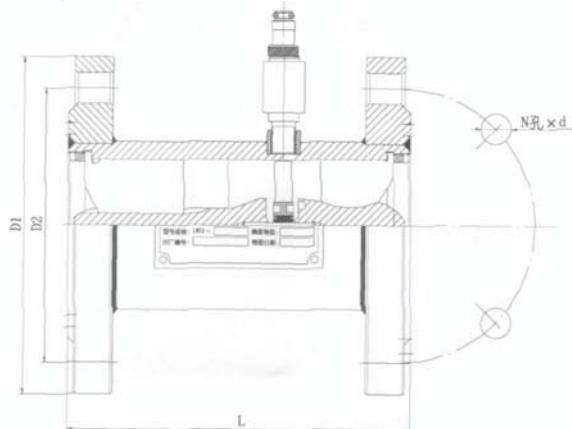

图 4-2 DN40~300 外形
b). 公称通径 DN40~300 的气体涡轮流量传感器(见 图 4-2, 表 4-2)